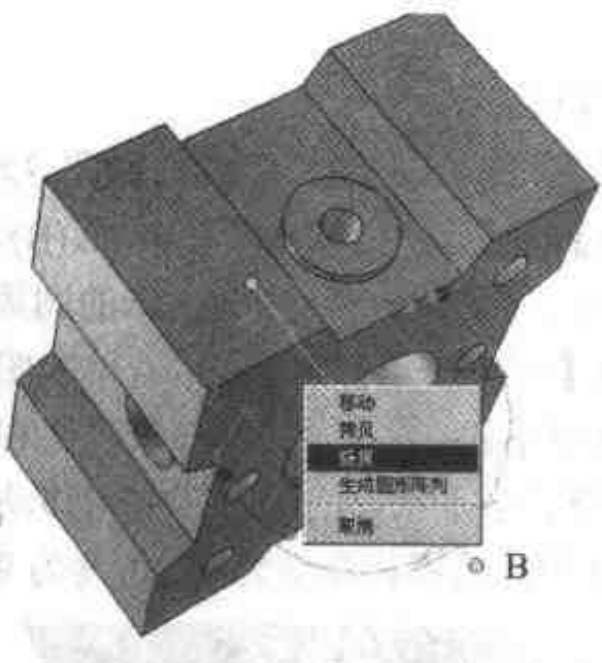

图 3.77 移动并旋转三维球
- (6) 按空格键, 然后右击【三维球】的中心手柄, 选择【到中心点】命令, 接着单击图 3.76 的圆周(A), 可以完成【三维球】位置的移动。再次按空格键, 右击如图 3.77 所示手柄 B, 按住右键, 将手柄移至【三维球】内任意位置, 当光标变成小手状, 沿顺时针方向移动一定的角度, 选择【链接】命令。在弹出的对话框中, 将数量改为 3, 角度改为  $90^\circ$ 。